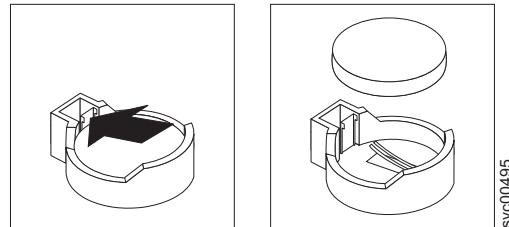

図 107. SAN ボリューム・コントローラー 2145-8A4 CMOS バッテリーの取り外し
7. 図 107に示すように、CMOS バッテリーを取り外します。